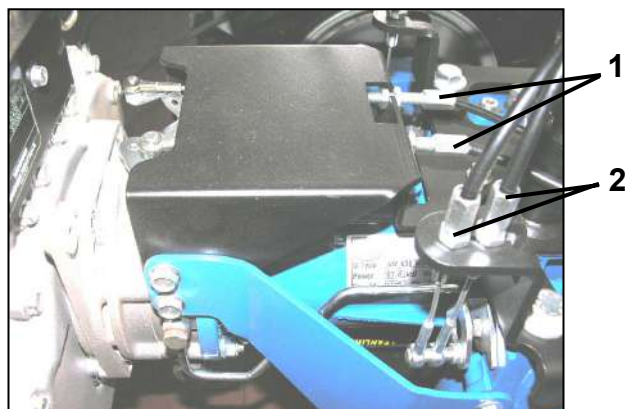

fig.6/1
- 3 - Regolazione cavo comando gas (fig.6/3)
- 4 - Regolazione cavo manopola avanti – retro (fig.6/4)
- 5 - Regolazione del cavo stop motore (fig.6/3)
- 6 - Regolazione giri motore (fig.6/3) (vedere manuale specifico del motore)